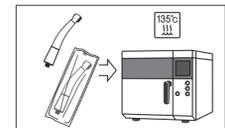

Fig. 28
- 1 Coloque os instrumentos no estojo de autoclave. Feche o estojo (Fig. 28).
- 2 Esterilizável em autoclave nas seguintes condições (Fig. 28).